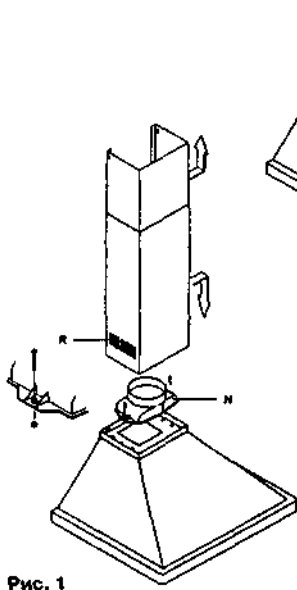

Рис. 1
Зафиксируйте соединение (N) на верхней части воздухоочистителя с помощью двух винтов, которые находятся в пакете внутри упаковки (рис. 1). Подсоедините его при помощи трубы диаметром 125 мм к отверстию для вывода паров и запахов с минимальным сечением 150 см². В случае, если отсутствует данная выпускная труба и воздухоочиститель нужно установить на ограждающей стене, сделайте в стене отверстие, необходимое для крепления заслонки от ветра и дождя минимальным сечением 150 см² и подсоедините ее при помощи трубы к соединению на выходе из аппарата.
Воздухоочиститель может быть превращен в очистительное устройство в случае, если нет возможности выброса на улицу и нет необходимости вывода тепла из помещения. В этом случае рециркуляция воздуха осуществляется из проема (R) (рис. 1). Для работы в режиме рециркуляции необходимо использовать два фильтра с активированным углем для поглощения кухонных запахов.